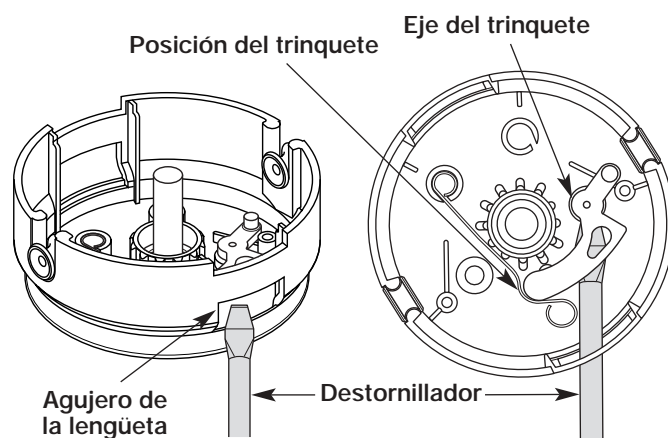

Fig. 18
1. Coloque el trinquete para que esté enganchado por el resorte (Fig. 18).